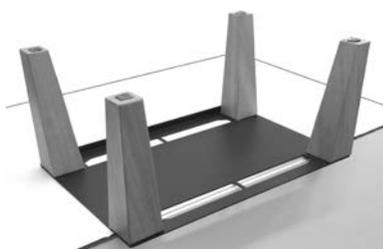

Fig. 28 - Mettre la base et les pieds en place
- Poser la base sur un plan (en dirigeant le pli vers le haut) et placer les pieds dessus (voir **Fig. 28**).